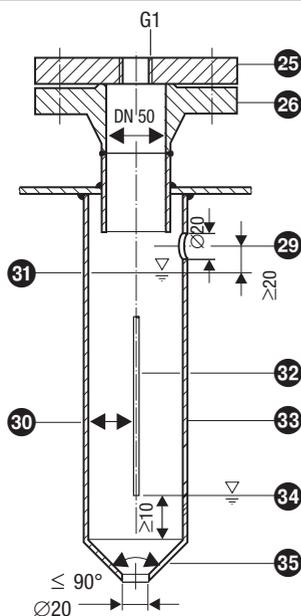

Fig. 7
- Le chemin de fuite électrique entre les tiges d'électrode et la masse (bride, paroi de réservoir) ne doit pas être inférieur à 14 mm ! **Fig. 7, 8**